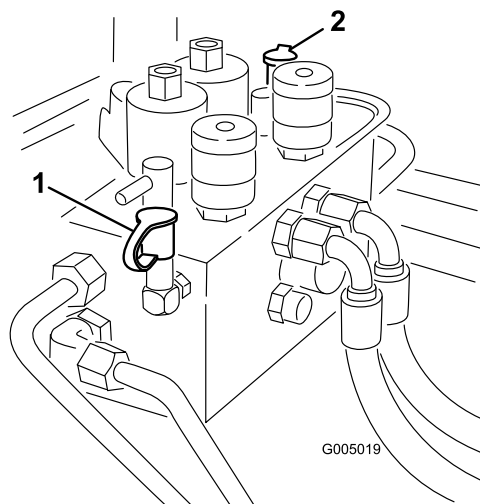

Figure 81
2. La prise d'essai B (Figure 81) est utilisée dans les contrôles de dépannage du circuit hydraulique des plateaux de coupe avant.
3. La prise d'essai B (Figure 81) est utilisée dans les contrôles de dépannage du circuit hydraulique des plateaux de coupe arrière.